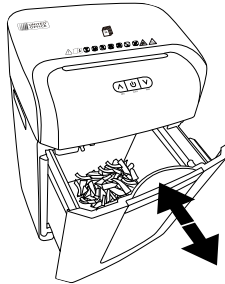

Abb. 4
- ◆ Ziehen Sie den Auffangbehälter **10** am Griff **12** aus der Gerätebasis **7** heraus (siehe Abb. 4). Die LED **15** blinkt blau.
- ◆ Schieben Sie den Auffangbehälter **10** wieder vollständig in die Gerätebasis **7**, bis er mit einem Klickton hörbar einrastet (siehe Abb. 4). Die LED **15** leuchtet blau.